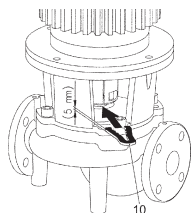

Fig. 13: Placering av montagegaffel
10. Skjut in montagegaffeln (Fig. 13, pos. 10) mellan lanternan och kopplingen. Montagegaffeln ska passa in utan spel.
11. Dra först åt kopplingskruvarna (Fig. I/II/III/IV/V, pos. 1.41) lätt tills kopplingshalvorna ligger mot balanseringsbrickorna.
7. Demontera kopplingskydd (Fig. I/II/III/IV/V, pos. 1.32) med lämpligt verktyg (t.ex. skruvdragare).
8. Demontera kopplingen (Fig. I/II/III/IV/V, pos. 1.5).
9. Lossa motorns fästskruvar (Fig. I/II/III/IV/V, pos. 5) från motorfläsen och lyft upp motorn från pumpen med ett lämpligt lyftdon.
13. Skjut in montagegaffeln (Fig. 13, pos. 10) mellan lanternan och kopplingen. Montagegaffeln ska passa in utan spel.
19. Lossa lanternans fästskruvar (Fig. III/V, pos. 4) på motorfläsen och lyft upp motorn med lanternenheten (koppling, axel, mekanisk tätning, pumphjul) från pumpen med ett lämpligt lyftdon.
20. Lossa pumphjulets fästmuttrar (Fig. III/V, pos. 1.11), ta bort den koniska fjäderbrickan (Fig. III/V, pos. 1.12) därunder och dra av pumphjulet (Fig. III/V, pos. 1.13) från pumpaxeln.
21. Demontera balanseringsbrickan (Fig. III/V, pos. 1.16) samt vid behov kilen (Fig. III/V, pos. 1.43).
22. Dra av den mekaniska tätningen (Fig. III/V, pos. 1.21) från axeln.